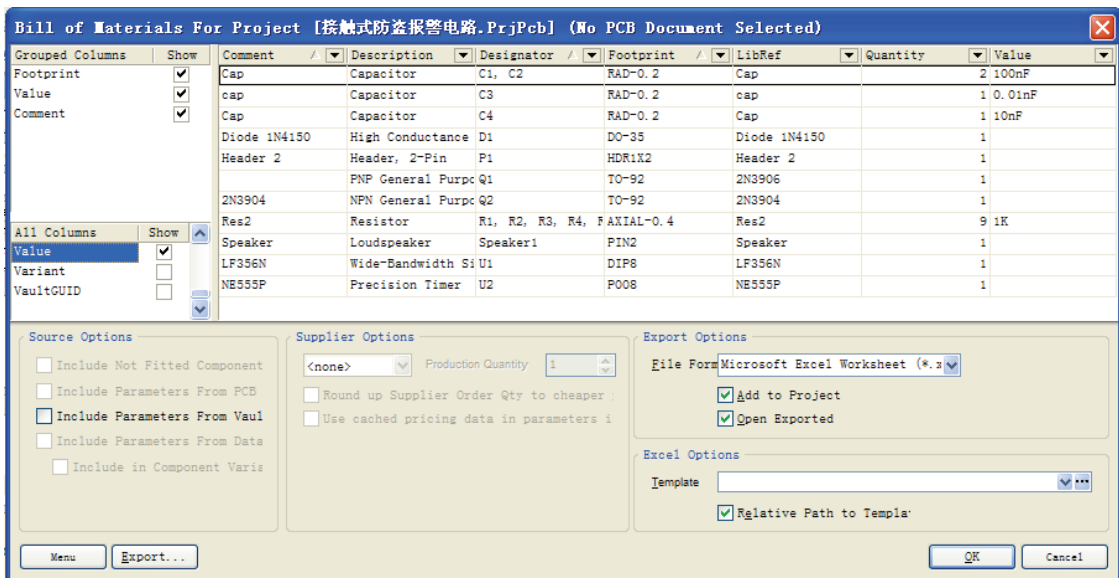

图 3-41 群组显示的报表管理器
- Grouped Columns——群组栏，默认为封装（Footprint）和注释（Comment）。需要进行群组显示时，在其所有行(All Columns) 栏中，用光标指向要显示的信息名称，按住鼠标左键，拖动该名称至群组，放开鼠标左键，该信息名称即被复制到群组中，同时显示窗口显示按该信息名称分类的信息内容。例如，如果需要显示元件的标称值，将“Value”项拖到群组，并将“Comment”和“Footprint”项拖回所有行栏，如图 3-41 所示。其显示窗口最右侧显示各元件的标称值。